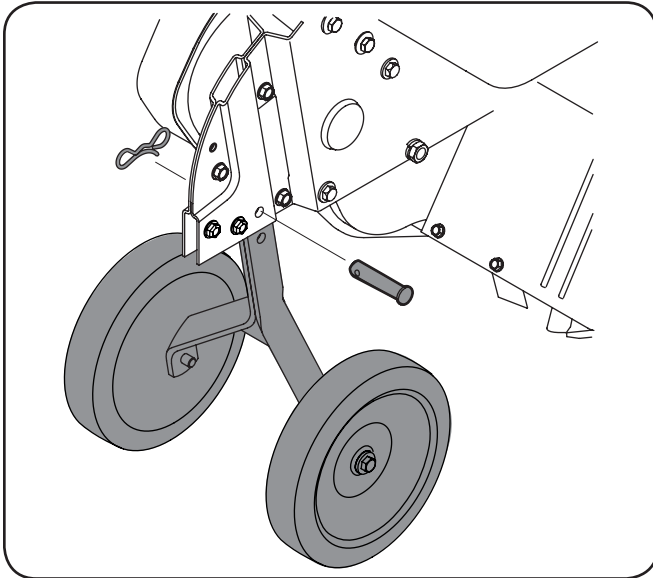

Figura 3-3
1. Retire el restante horquilla pin y la chaveta de la bolsa manual, instalar el conjunto de la rueda en el soporte manual, como se muestra en la Figura 3-3.